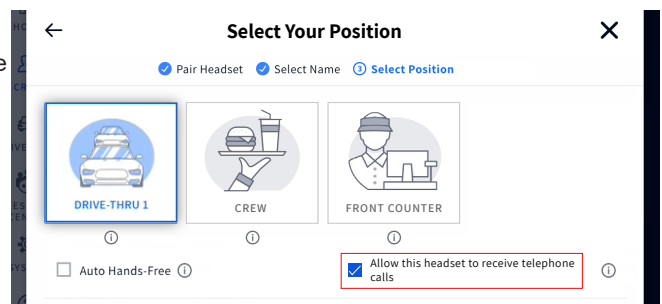

Fig. 12.6
4. Cuando aparezca el cuadro de diálogo **Seleccione su Posición** seleccione una posición y marque la casilla etiquetada: Permitir que los auriculares reciban llamadas telefónicas. Véase la Fig. 12.6. (Dado que solo se puede designar un auricular para recibir llamadas telefónicas, al marcar la casilla se fuerza la salida de este modo de cualquier auricular asignado anteriormente).